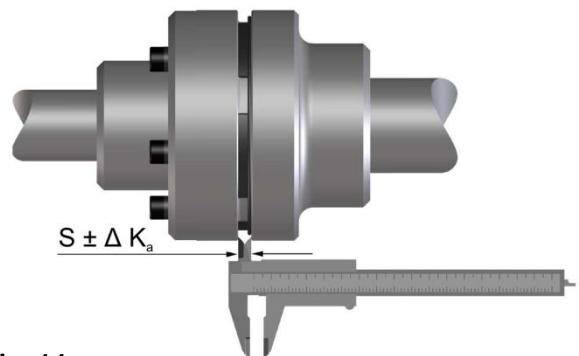

Fig. 14
- ☐ Mesurer le jeu de montage axial S (fig. 14).